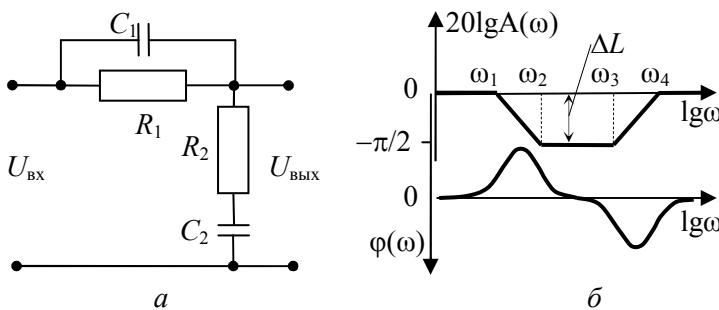

Рис. 6.5.3. Пассивное интегро-дифференцирующее звено
В третьем методе демпфирования применяется пассивное интегро-дифференцирующее звено, реализация которого на  $RC$ -элементах приведена на рис. 6.5.3, а.
Логарифмические характеристики, приведенные на рис. 6.5.3, б, показывают ослабление средних частот, а вносимый
10. Рассчитать передаточную функцию пассивного интегро-дифференцирующего звена (рис. 6.5.3, *a*) и получить выражения для сопрягающих частот  $\omega_1$ ,  $\omega_2$ ,  $\omega_3$  и  $\omega_4$  через параметры элементов *RC*-цепочки.